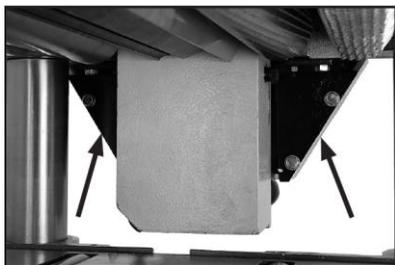

Рис. 21 Задние щитки крышки звездочек
9. Снимите оба задних щитка с крышки звездочек, как показано на Рис. 21.